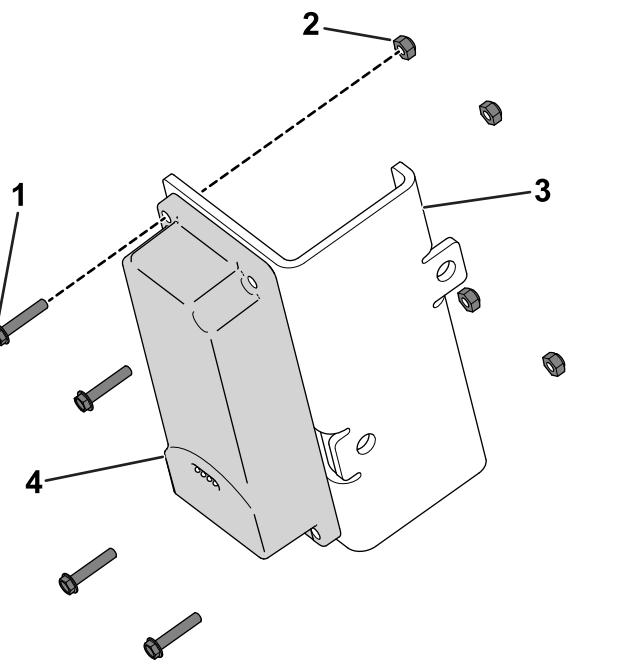

Figure 10
1. Avec 4 boulons à tête hexagonale (n° 10 x 1") et 4 contre-écrous n° 10, fixez le dispositif télématique sur son support (Figure 10).